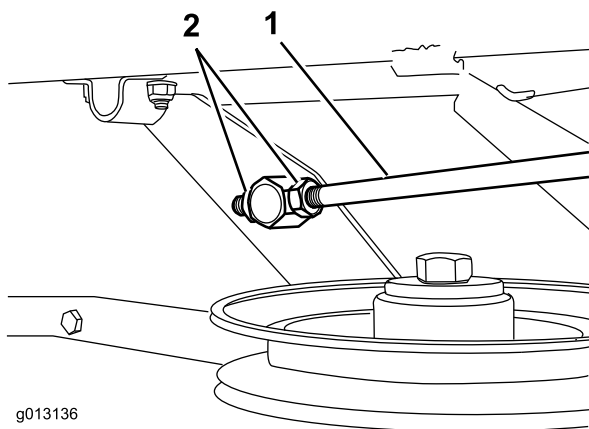

Figure 44
2. Pour obtenir la hauteur correcte entre les pointes avant et arrière de la lame gauche, ajustez la longueur de la biellette (située sur le côté gauche de la machine) (Figure 44).